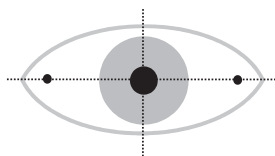

図1 強膜上のマーキングとクロスラインプロジェクター
- 2) クロスラインプロジェクターのスイッチを入れ、水平方向の線を強膜上のマークに合わせ、垂直方向の線が瞳孔中心に来るようにする。(図1)